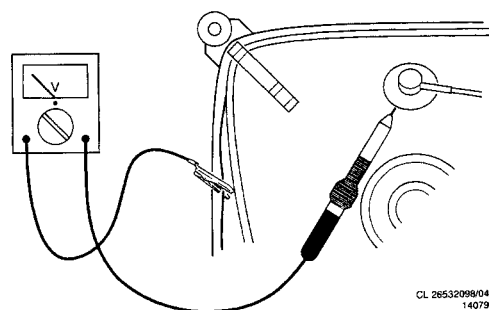

Abb. 3.1
1. Um Beschädigungen von ICs und Transistoren zu verhüten, muß jeder Hochspannungsüberschlag vermieden werden. Um eine Beschädigung der Bildröhre zu verhüten, muß zur Entladung der Bildröhre das in Abb. 3.1 angegebene Verfahren angewendet werden. Benutzen Sie einen Hochspannungstaster und ein Universal-Meßinstrument (Einstellung DC-V). Die Entladung muß erfolgen, bis der Zeigerausschlag des Instruments 0 V beträgt (nach ca. 30 s).